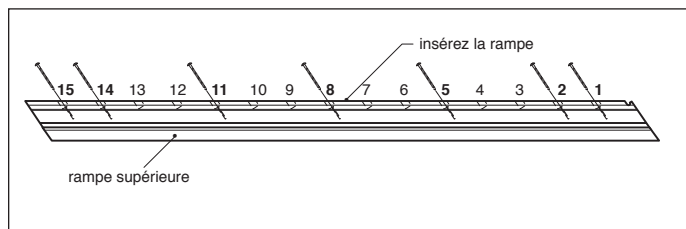

fig. 3
Étape 2 : Placez la rampe moulée à l'envers sur une surface plane. Ensuite, placez la rampe supérieure de 5,1 cm x 10,2 cm (2 po x 4 po) du même côté que les trous du balustre sur la gorge de la rampe moulée avec les trous tournés vers le haut. À partir de l'une des extrémités, serrez les rampes ensemble à l'aide des (7) vis de 10,2 cm (4 po) dans les trous 1, 2, 5, 8, 11, 14 et 15. Si les rampes sont raccourcies, prépercez des trous supplémentaires à l'aide d'une mèche de perceuse de 1/8 po et insérez la vis dans le trou suivant le plus proche (**fig. 3**).